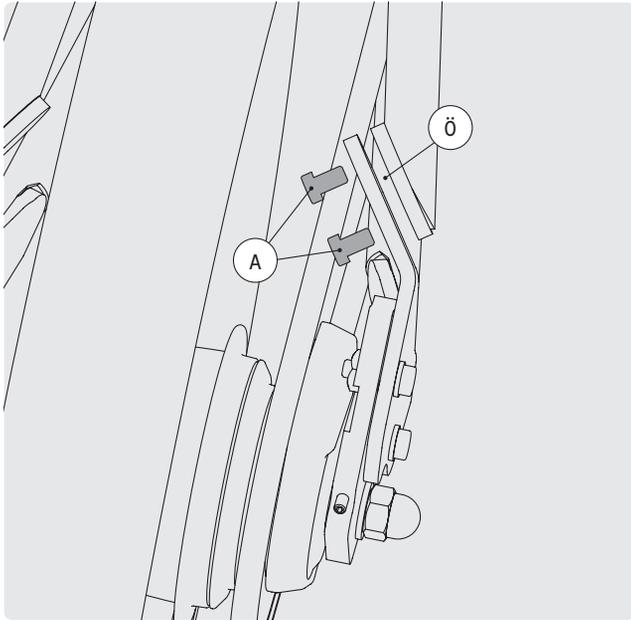

ABB. 49
- 1 Lösen Sie beide Schrauben A des Rahmenschlusses (Abb. 49).